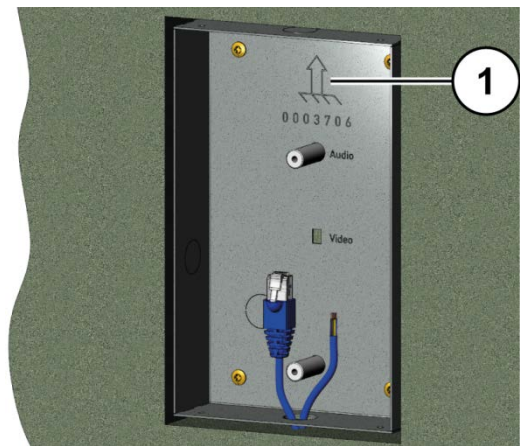

Abb. 3: Einbau des Unterputzkastens
- Achten Sie auf einen senkrechten Einbau und die Einbaulage. Die Einbaulage ist durch einen Pfeil (1) gekennzeichnet.
- ▶ Setzen Sie den Unterputzkasten in den Mauerausbruch ein (Abb. 3).